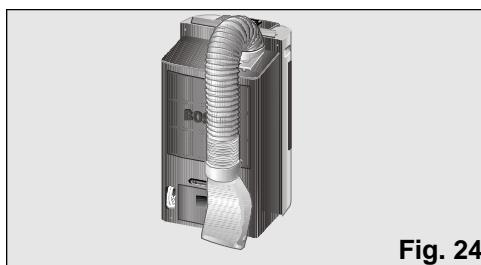

**Fig. 23**
- Svuotate prima l'acqua di condensa che ci può essere nel serbatoio interno, sfilando dalla sua sede il tubo di scolo dell'acqua e smontando il tappo - **Fig. 23** - per evacuare l'acqua prodotta. All'avvenuto svuotamento del serbatoio, non dimenticate di collocare tappo e tubo nelle loro sedi.